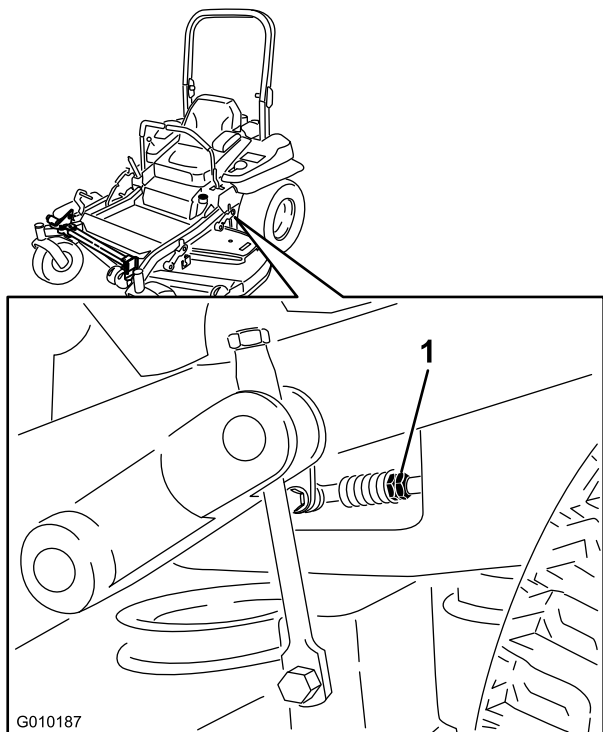

Figura 78
- Portate le leve di controllo del movimento in posizione di folle. Regolate la lunghezza dell'asta di controllo della pompa facendo girare nella direzione opportuna i due dadi sull'asta, finché le ruote si spostano leggermente indietro (Figura 78). Spostate le leve di controllo del movimento in posizione di retromarcia e applicate una leggera pressione alla leva per consentire alle molle dell'indicatore di retromarcia di riportare le leve in folle. Le ruote non devono più girare o spostarsi leggermente indietro.